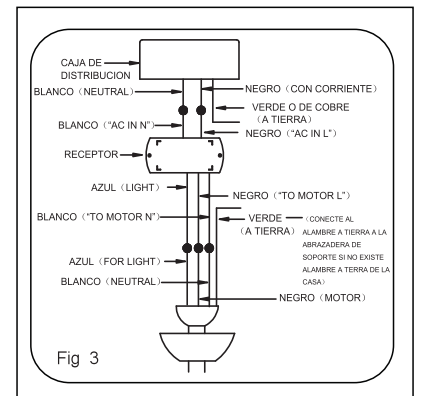

Fig 3
**Step 2.** Motor to Receiver Electrical Connections: Connect the WHITE wire from the fan to the WHITE wire marked "TO MOTOR N" from the Receiver. Connect the BLACK wire from the fan to the BLACK wire marked "TO MOTOR L" from the Receiver. Connect the BLUE wire from the fan to the BLUE wire marked "For Light" from the Receiver. (Fig. 3)
**Step 3.** Receiver to House Supply Wires Electrical Connections: Connect the WHITE wire (Neutral) from the outlet box to the WHITE wire marked "AC in N" from the receiver. Connect the BLACK wire (Hot) from the outlet box to the BLACK wire marked "AC in L" from the receiver. Secure all wire connections with the plastic wire nuts provided. (Fig. 3)
**Paso 2.** Motor a Receptor de conexiones: Conecte el cable BLANCO desde el ventilador al cable BLANCO marcado "AL MOTOR N" en el receptor. Conecte el cable NEGRO del ventilador al cable NEGRO marcado "AL MOTOR L" en el receptor. Conecte el cable AZUL del ventilador al alambre AZUL marcado "PARA LA LUZ" en el receptor. (Fig. 3)
**Paso 3.** Receptor a la Caja de Distribución: Conecte el cable BLANCO (Neutral) de la caja de salida al cable BLANCO marcado "ENTRADA N" del receptor. Conecte el cable NEGRO (vivo) de la caja de distribución al cable NEGRO marcado "ENTRADA L" del receptor. Asegure todas las conexiones con los conectores de plástico proveídos. (Fig. 3)